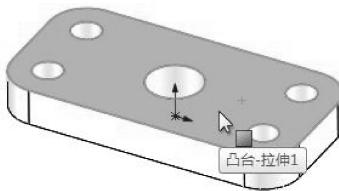

图 3-10 选择草绘平面
- 选取第一个拉伸特征的表面，单击【拉伸凸台/基体】按钮 ，直接进入草绘环境，如图 3-10 所示。